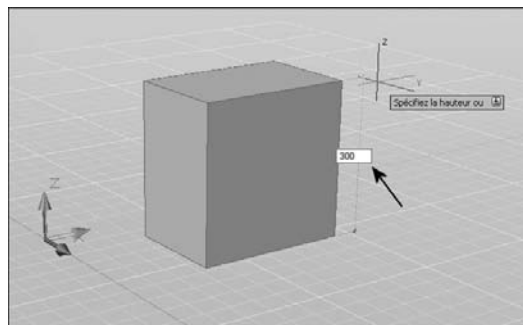

Fig.17.6
- 10 Entrez la hauteur en tapant la dimension. Par exemple : 300 (fig.17.6).